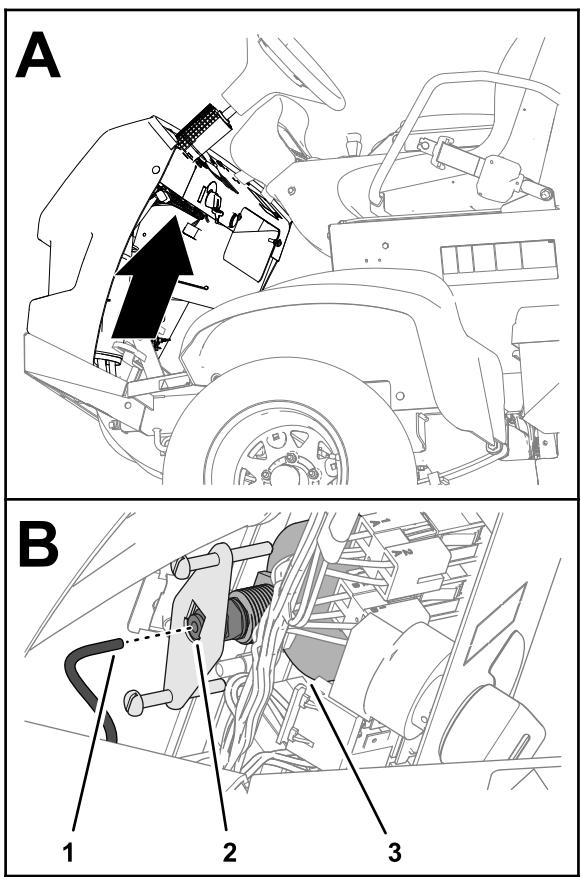

Figura 110
5. Retire o tubo da parte de trás do indicador de pressão e coloque a extremidade do tubo num recipiente (Figura 110).